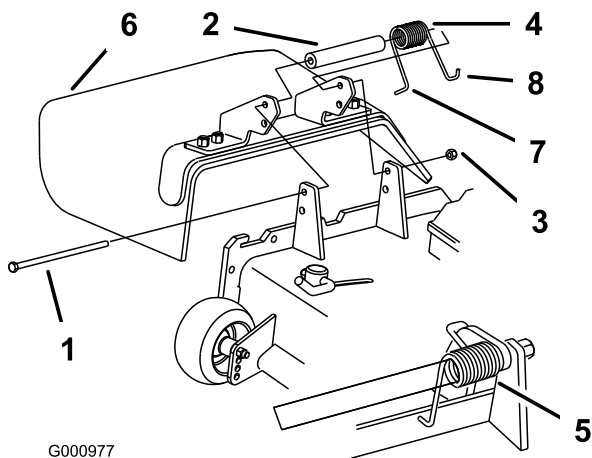

Figura 89
1. Retire la contratuerca, el perno, el muelle y el espaciador que sujetan el deflector a los soportes de pivote (Figura 89). Retire el deflector de hierba dañado o desgastado.
Nota: Asegúrese de colocar el extremo en L del muelle detrás del reborde de la plataforma antes de instalar el perno, según muestra Figura 89.
3. Instale el perno y la tuerca Coloque el extremo en J del muelle alrededor del deflector de hierba (Figura 89).